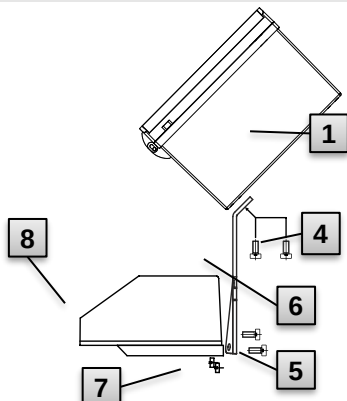

Abb. 7
1. Befestigen Sie mit Hilfe zweier Zylinderschrauben M5 x 10 mm (Abb. 7: **4**) den Anbauwinkel (Abb. 7: **6**) an den EK280 (Abb. 7: **1**).
3. Bringen Sie den Anbauwinkel mit Hilfe zweier Vierkantmutter M5 (Abb. 7: **7**) und zweier Zylinderschrauben M5 x 10 mm (Abb. 7: **5**) an der Rückseite des Zählwerkskopfes (Abb. 7: **8**) an.